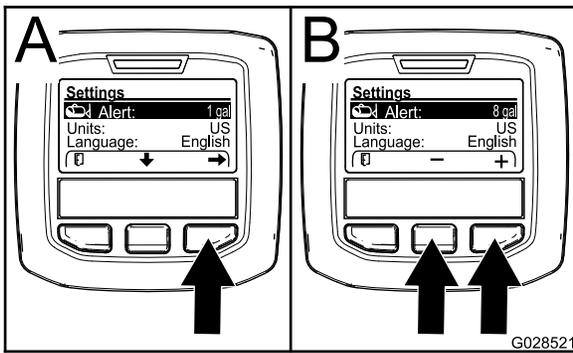

Bild 23
2. Drücken Sie die mittlere Auswahlstaste, um die Warneinstellung zu markieren (Bild 23).
3. Drücken Sie die rechte Auswahlstaste (Bild 23).
4. Geben Sie mit der mittleren oder rechten Auswahlstaste eine Mindestmenge im Behälter an, bei der die Warnung beim Sprühen angezeigt wird (Bild 23).